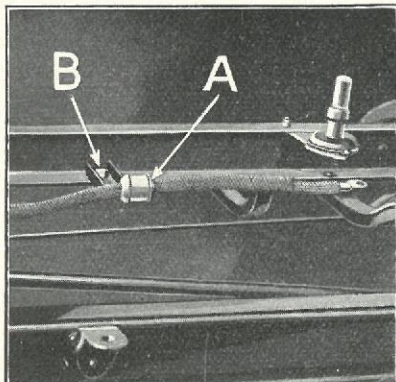
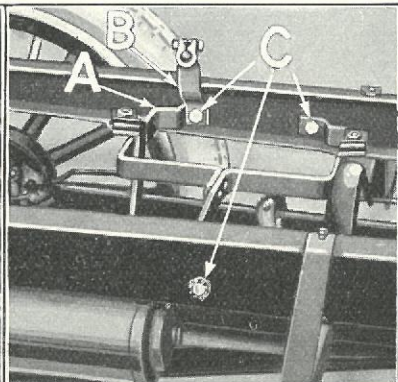

Fig. 45
Fig. 46
- (e) Træk Batterikablet ud gennem Kabelbøsningen (Fig. 45-A). Udtag Boltene »B« og fjern Bøsningen. Aftag Batterikurven (Fig. 46-A) og Jordledningskontakten »B« ved at udtage Boltene »C«.